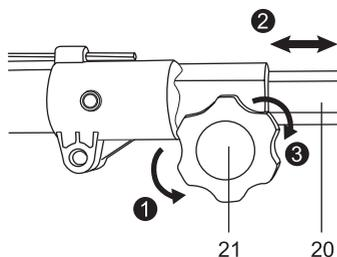

Fig. 23
1. Desserrez la molette de blocage (21) en la tournant dans le sens inverse des aiguilles d'une montre et réglez la barre d'extension (20) à la longueur souhaitée. (Fig. 23)
2. Resserrez la molette de blocage (21) en la tournant dans le sens des aiguilles d'une montre. (Fig. 23)